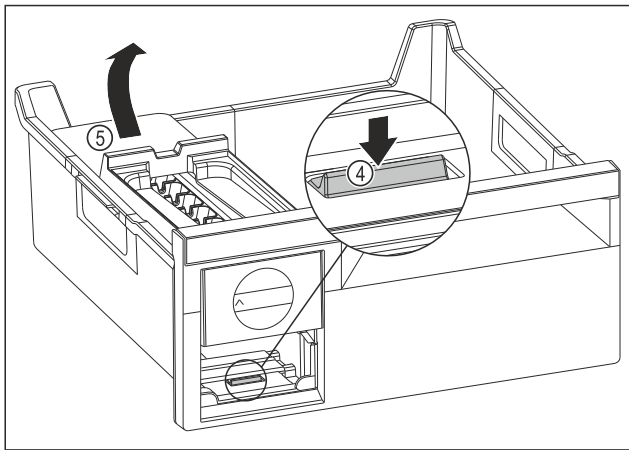

Fig. 74
- ▶ Извлеките корпус EasyTwist-Ice: Надавите пальцем вниз на накладку Fig. 74 (4) и одновременно другой рукой поднимите корпус EasyTwist-Ice Fig. 74 (5) сзади.